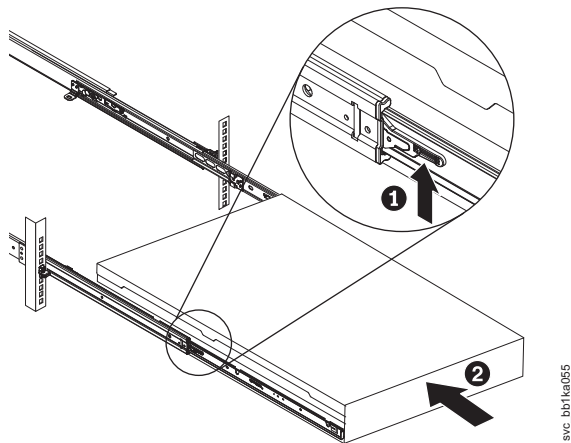

図 135. ラックのスライド・レールの ロック・レバーを上げる
9. スライド・レール上のロック・レバー (図 135 の **1**) を上げて、ノード **2** を、所定の位置にカチッと音を立てて収まるまで、ラック内に完全に押し込みます。